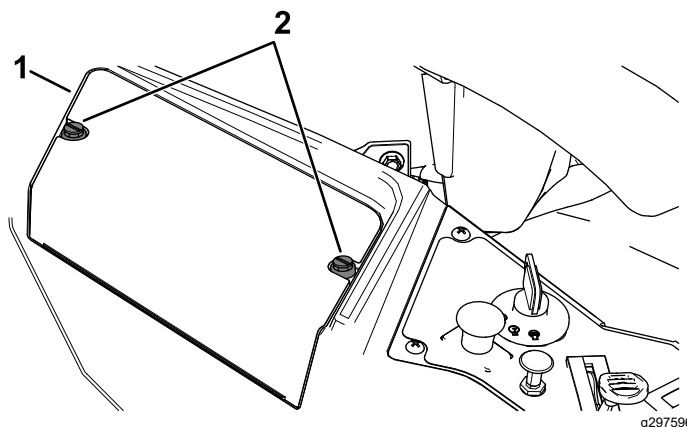

Figure 44
3. Desserrez les 2 fixations sur le couvercle de la batterie en les tournant de un quart de tour dans le sens antihoraire, et déposez le couvercle (Figure 44).
6. Reposez le couvercle de la batterie en appuyant dessus et en serrant les 2 fixations dans le sens horaire (Figure 44).